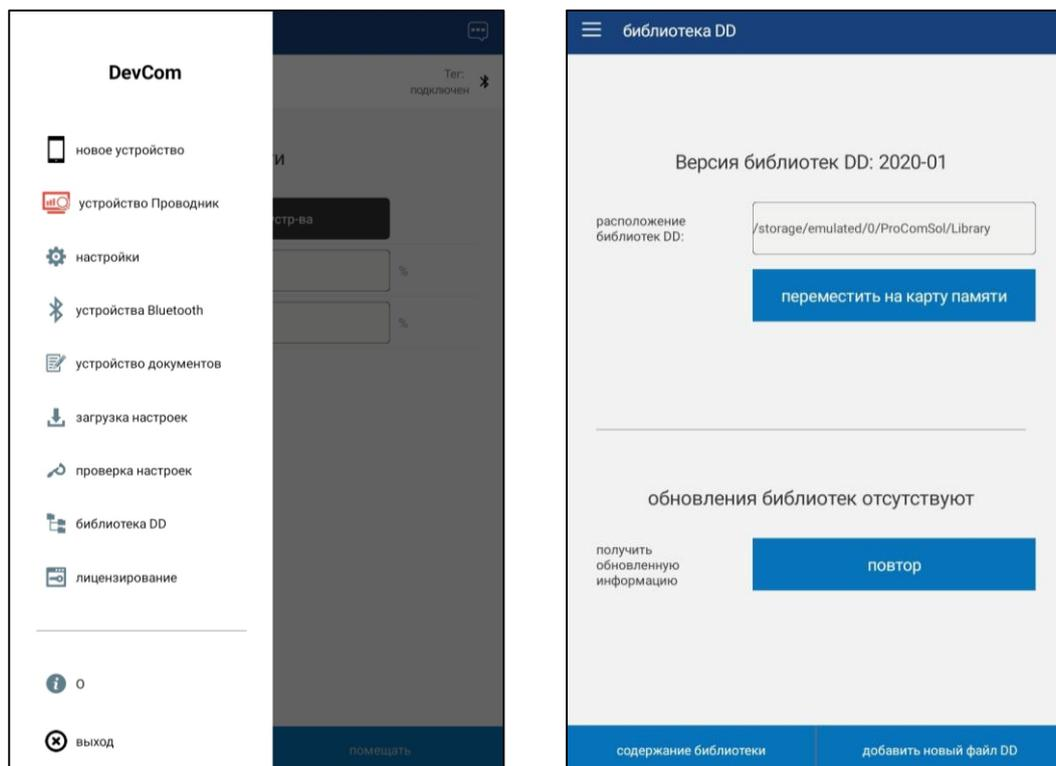

Рис. 5-2. Загрузка драйвера DD
3. В ПО DevCom Smart Device Communicator выбрать меню «библиотека DD». Перейдя в окно «библиотека DD» нажать на кнопку «добавить новый файл DD», найти место расположение файла драйвера и выбрать его (см. Рис.5-2).